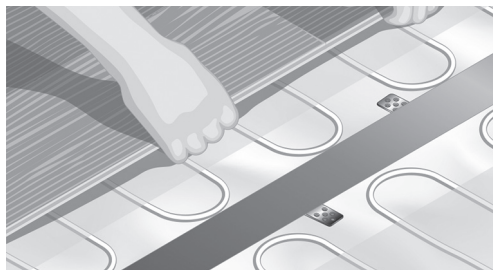

Fig. 10. Pose du revêtement de sol
11. Pose du sol (fig. 10).
Lors de la pose du revêtement de sol, il est possible de choisir n'importe quelle orientation en fonction du tapis chauffant, mais vous obtiendrez un meilleur résultat en l'orientant comme illustré à la Fig. 10. Le revêtement de sol doit être posé en position flottante sur le tapis chauffant.